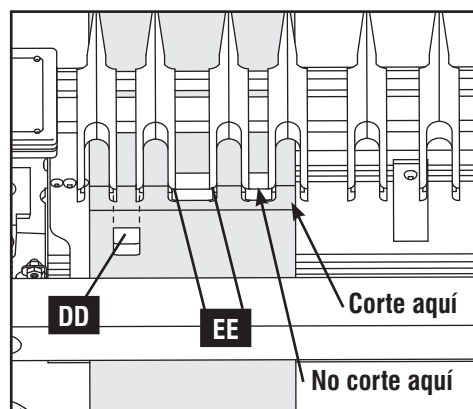

Fig. E12
NOTA: Si lo desea, antes de realizar el corte, confeccione separadores de madera de 13 mm x 13 mm (1/2" x 1/2") (DD) Fig. E12 e insérteles entre los encastres adyacentes. (Colóquelos entre las esquinas cuadradas (EE), donde no realiza el corte). De esta manera, la rebajadora no podrá cortar dentro de las colas y retirará el material en exceso.
8. Realice el corte de derecha a izquierda lentamente a lo largo de la cara de la tabla, luego limpie las áreas adecuadas con movimientos lentos de izquierda a derecha. Asegúrese de realizar cortes sólo entre los bordes redondeados, no entre los bordes cuadrados. (Fig. E12)